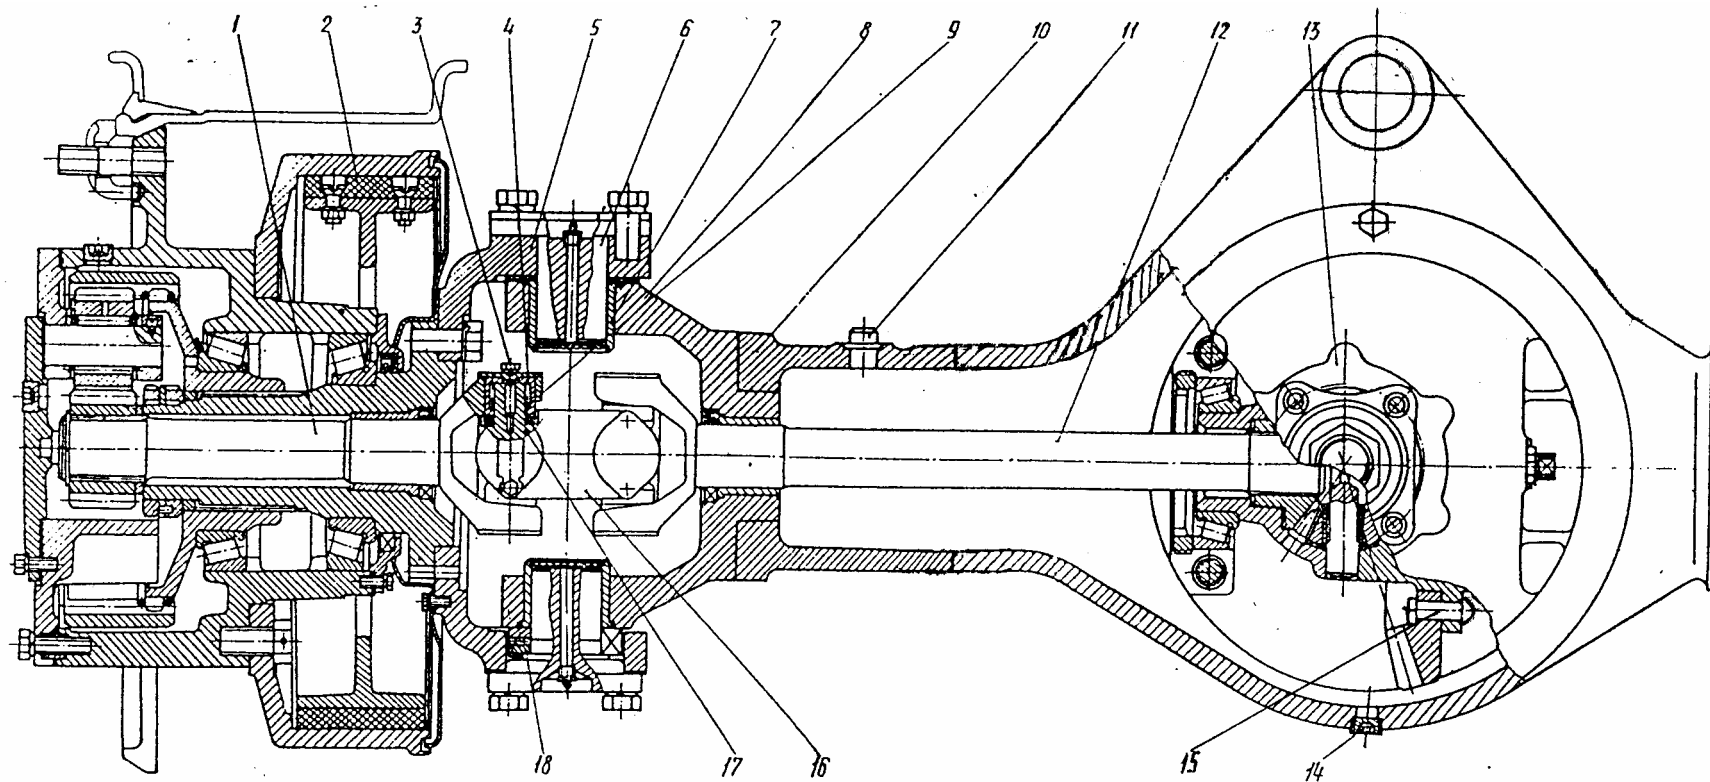

Рис. 26 Передний мост
1.3.2. Передний мост (рис. 26)